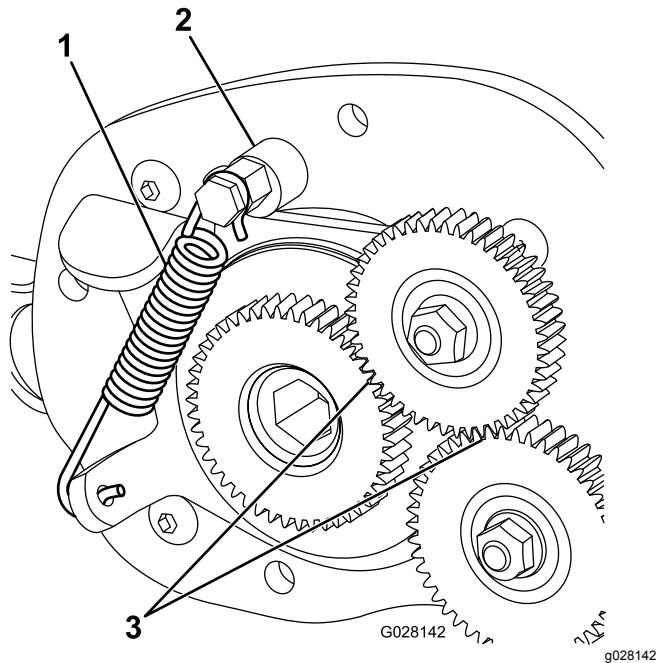

Figura 12
15. Installate la molla di tensione del tendicinghia (Figura 12).
16. Con l'ingranaggio tendicinghia innestato, utilizzate un calibro per candele per verificare che vi sia una distanza di 0,38-0,45 mm tra l'ingranaggio motore e l'ingranaggio tendicinghia fisso (Figura 12).